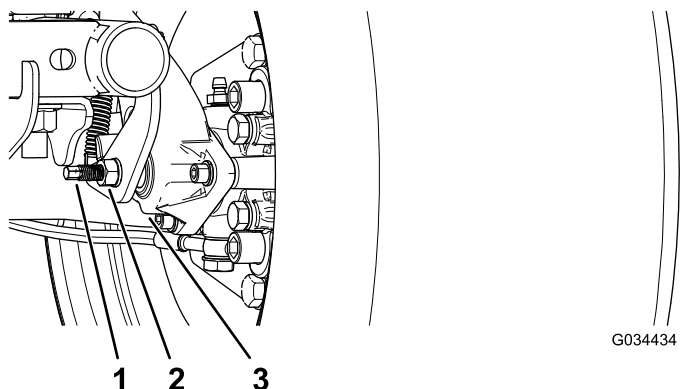

Figure 53
3. Utilisez 2 clés, une pour maintenir le tenon de réglage en place sur l'étrier et l'autre pour desserrer l'écrou de blocage de 1/4 de tour (Figure 53).
4. Tout en maintenant le tenon de réglage et l'écrou de blocage en place, tournez le tenon pour le serrer (Figure 53).
5. Tout en maintenant le tenon de réglage et l'écrou de blocage en place, tournez le tenon en arrière de 1/4 de tour (Figure 53).
6. Tout en maintenant le tenon de réglage et l'écrou de blocage en place, serrez l'écrou de blocage (Figure 53).